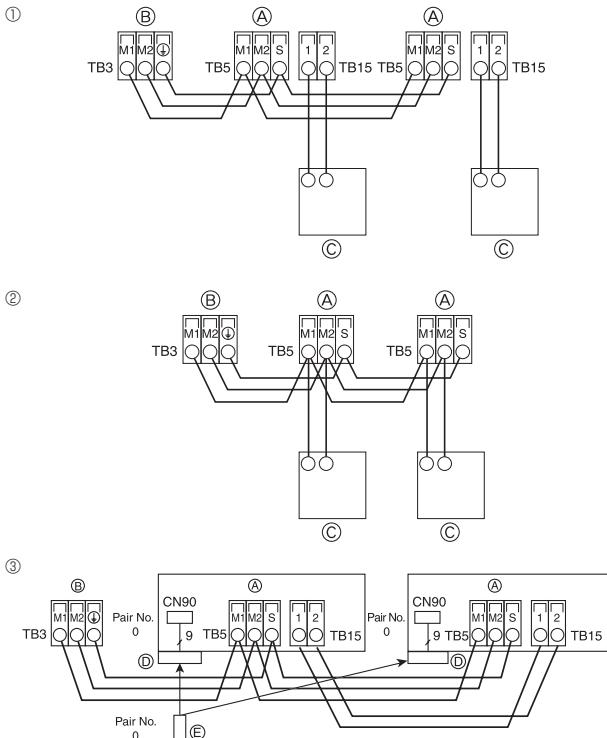
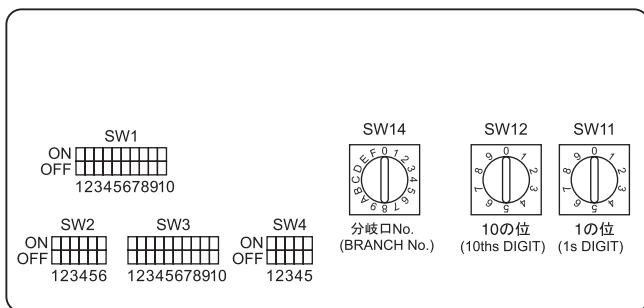

Fig. 4-5
Fig. 4-6
4.4. Uzaktan kumanda ünitesi, iç ve dış iletişim kablolarının bağlanması (Fig. 4-5)
- ① MA Uzaktan kumanda ünitesi
- ② M-NET Uzaktan kumanda ünitesi
- ③ Kablosuz uzaktan kumanda (Kablosuz sinyal alıcı kurarken)
- ④ İç ünite iletişim kablosunun terminal bloğu
- ⑤ Dış ünite iletişim kablosunun terminal bloğu (M1(A), M2(B), S(S))
- ⑥ Uzaktan kumanda
- ⑦ Kablosuz sinyal alıcı
- ⑧ Kablosuz uzaktan kumanda
4.5. Adreslerin düzenlenmesi (Fig. 4-6)